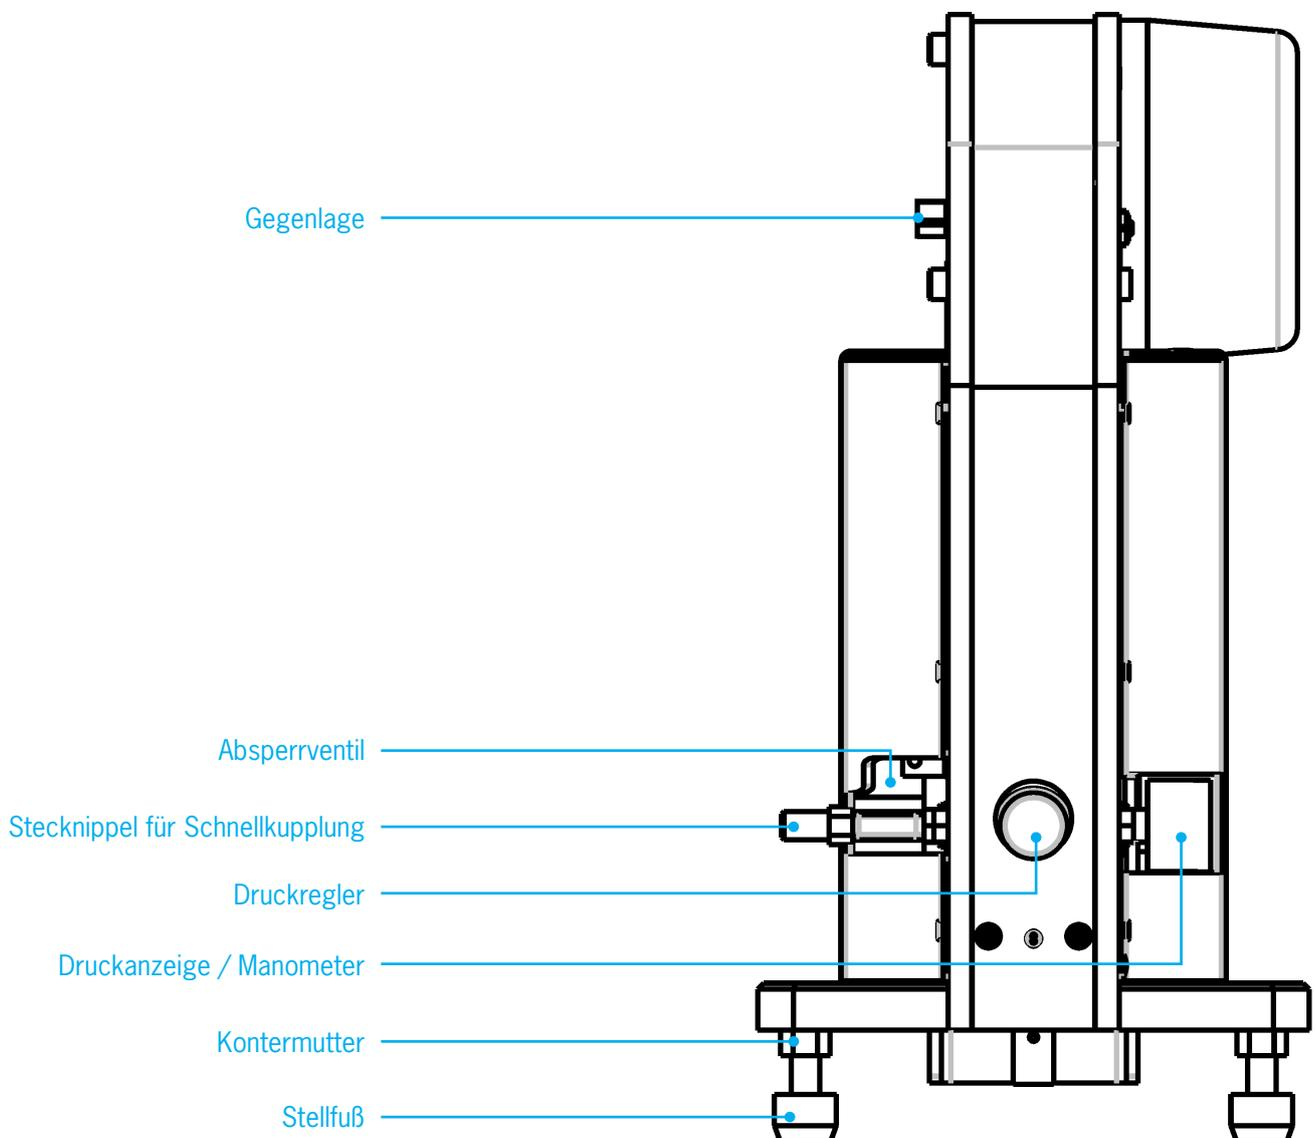

Abb. 2
- Luftzufuhr bei geöffnetem Absperrventil (**Abb. 2**) über Schnellkupplung von Maschine trennen (bei geöffnetem Absperrventil steht der Absperrventil-Handgriff waagrecht).
- Schließen des Absperrventil (**Abb. 2**), Anschluss der Druckluftleitung an die Schnellkupplung (**Abb. 2**).
- Öffnen des Absperrventils (**Abb. 2**).
- Unteren Adapter auf die Führungsleiste der Aderendhülsen-crimpeinheit über die Stiftbohrung aufschieben. Anschlagstift (wird mit geliefert) in die Crimpeinheit einsetzen und Adapter am Anschlagstift ausrichten. Die Gegenlage (Abb.2) mittels Maulschlüssel SW 12 soweit in Pfeilrichtung nach unten bewegen, bis der Ansatzbolzen des unteren Adapters in die Adapteraufnahme sicher eingeführt werden kann. Adapter anschließend mit Klemmschraube sichern.
- Stößel über die Gegenlage (Abb.2) mit einem Maulschlüssel SW 12 in Pfeilrichtung nach unten bewegen, bis die Bohrungen des Oberen Adapters mit denen der Verbindungsstange übereinstimmen.
- Stellring am Stößel (Abb.2) 1 bis 2 Umdrehungen in Richtung „down“ drehen und mit Klemmschraube sichern.
- Absperrventil öffnen (**Abb. 2**); Vierdorncrimpeinheit fährt in die Ausgangsposition; die Maschine ist betriebsbereit.